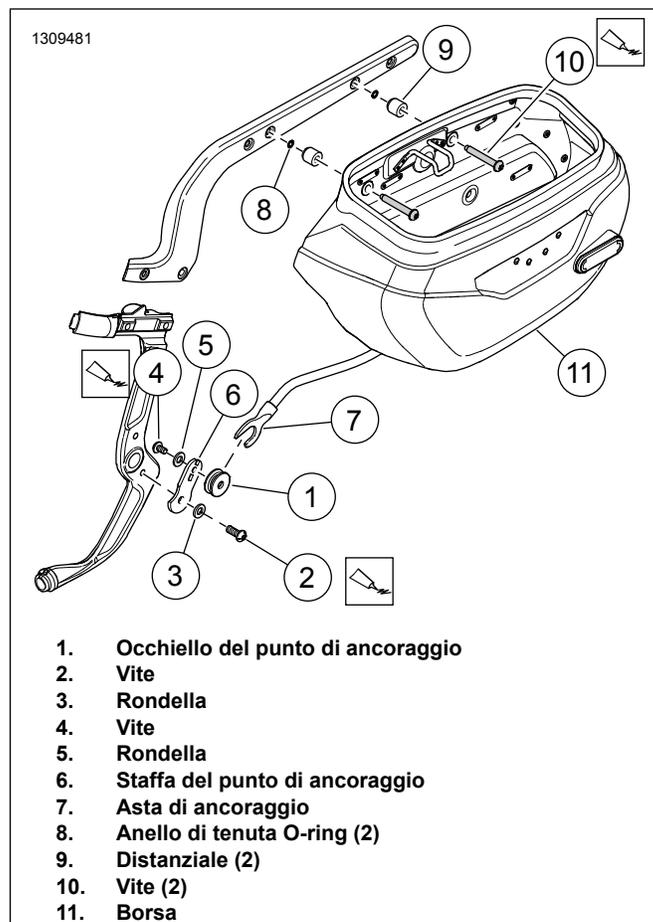

Figura 2. Montaggio della borsa (lato sinistro)
1. Vedere Figura 2 Installare l'occhiello del punto di ancoraggio di sinistra.
- a. Posizionare la staffa del punto ancoraggio (6) sul telaio.
- b. Infilare la rondella (3) nella vite (2).